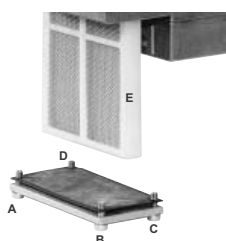

Fig. 38
- 2 Remove screws 1 ÷ 6 (Fig. 38).